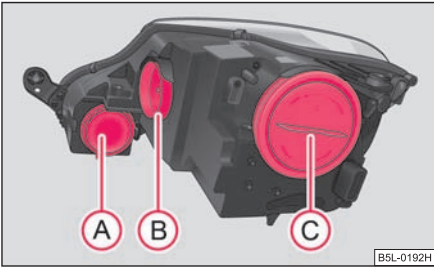

Fig. 237 Faros delanteros: Posición de montaje de las bombillas
Posiciones de las bombillas en el faro delantero ⇒ página 269, fig. 237.
- Quitar la caperuza protectora de goma (A) ⇒ página 269, fig. 237.
- Retire el enchufe (1).
- Saque la bombilla defectuosa del portalámparas (2) y coloque una nueva.